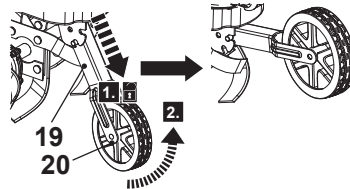

Fig. 18, posición de uso
Cuando vaya a usar el producto, la rueda (20) debe estar en la posición superior (fig. 18).